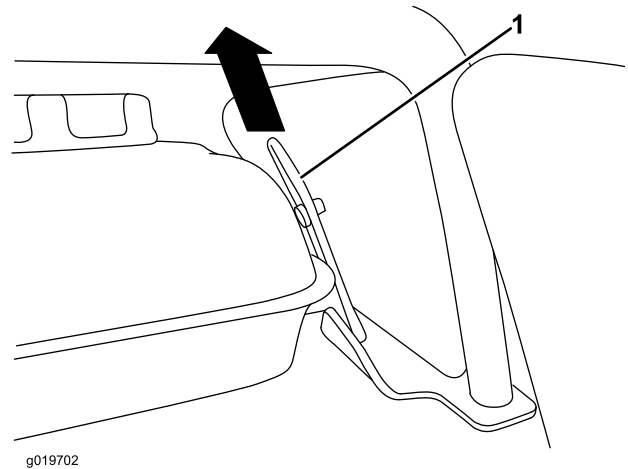

Figura 10
2. Retire el depósito de agua del bastidor tirando hacia arriba de la tira elástica del depósito (Figura 10).